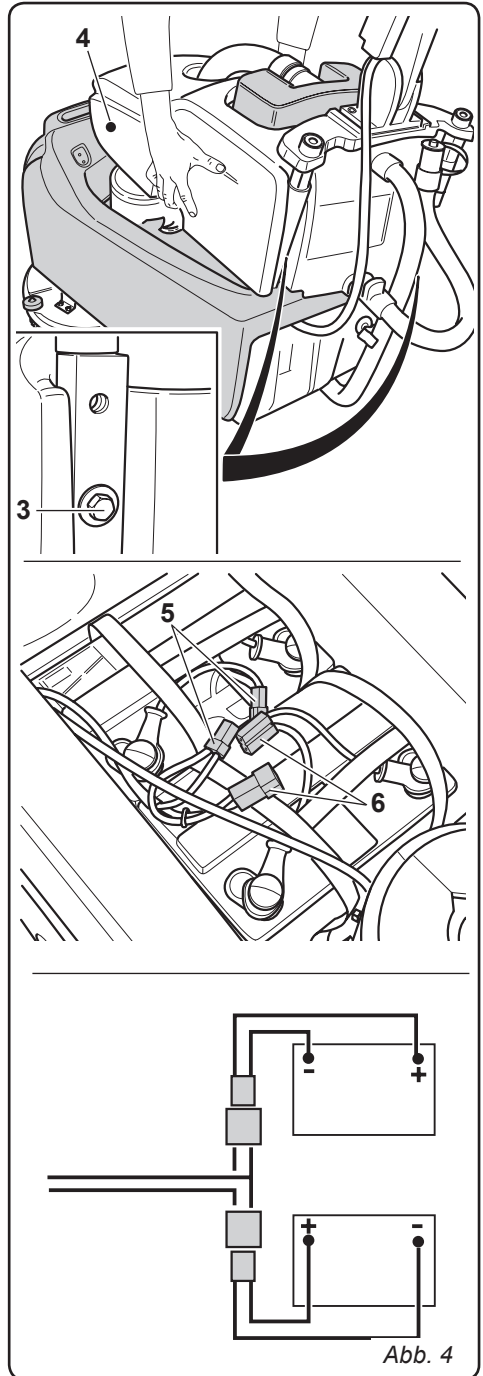

Abb. 4
3.1.b - Anschließen der Batterie (nur Ausführung CB) (Abb. 4)
- Die Schrauben (3) lösen, mit denen der Tank (4) an der Halterung des Lenkers angebracht ist.
- Entfernen des Schmutzwasser tanks (4) und einstecken der Anschlüsse (5) und (6) der Batterien
- Wiederaufsetzen des Schmutzwasser tanks (4).